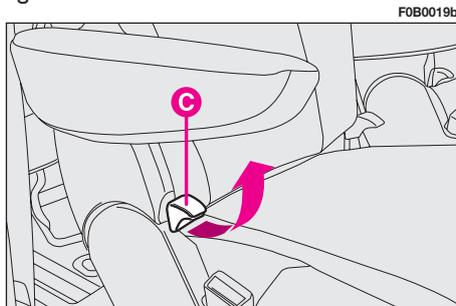
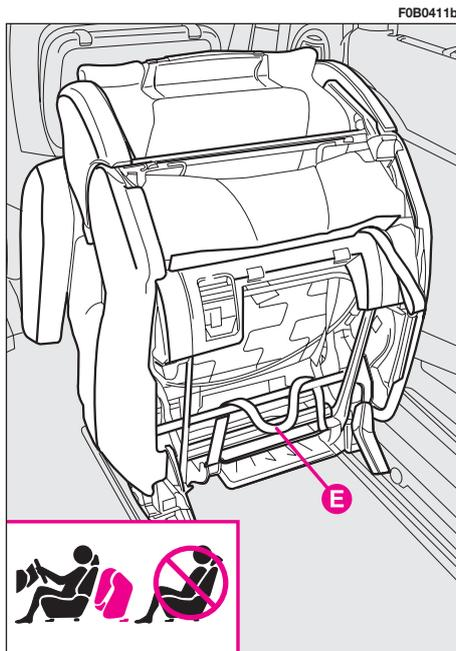

fig. 33
fig. 36
REGOLAZIONE SCHIENALE INCLINABILE fig. 33
Per usufruire del piano di appoggio ricavato nello schienale dei sedili laterali (posizione a “tavolino”), agire sulla leva di sgancio **C**-fig. 33 ed accompagnare lo schienale fino al cuscino.
Agire sulla leva di sgancio **C-fig. 33** ed accompagnare lo schienale fino ad ottenere la posizione a “tavolino”; proseguire nella rotazione, accompagnando il sedile ripiegato fino ad ottenere la configurazione a “portafooglio” illustrata in **fig. 36**.
Con sedile seconda fila ripiegato a “portafooglio”, non è consentito trasportare passeggeri sui sedili della terza fila, come indicato dalla targhetta fig. 36 ubicate sui sedili stessi, onde evitare ogni rischio di contatto nei meccanismi dell’articolazione del sedile ripiegato.
Per accedervi sollevare la leva **C-fig. 33** agendo dall’esterno e ribaltare in avanti il sedile completo.
– agire sulla leva di sgancio **C**-fig. 33 ed accompagnare lo schienale fino ad ottenere la posizione a “tavolino”; proseguire nella rotazione, accompagnando il sedile ripiegato fino ad ottenere la configurazione a “portafooglio” fig. 36;